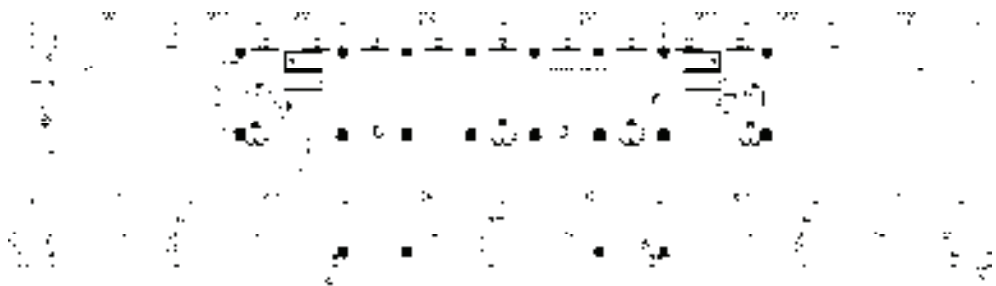

图 15-89 绘制屋面造型轮廓线
14) 绘制屋面造型轮廓线。调用“直线”命令、“偏移”命令，绘制并偏移直线，绘制屋面造型轮廓线的结果如图 15-89 所示。